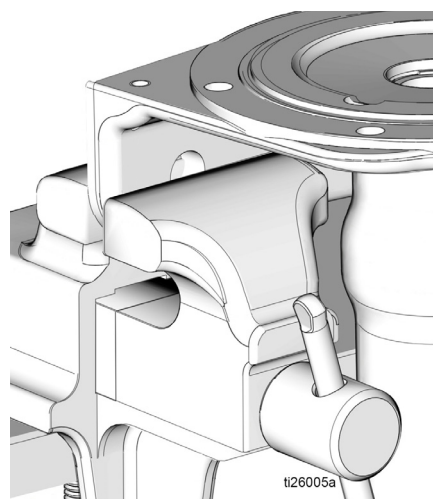

FIG. 26
18. Replacer la base de la pompe (1) dans l'étau comme indiqué à la FIG. 26.